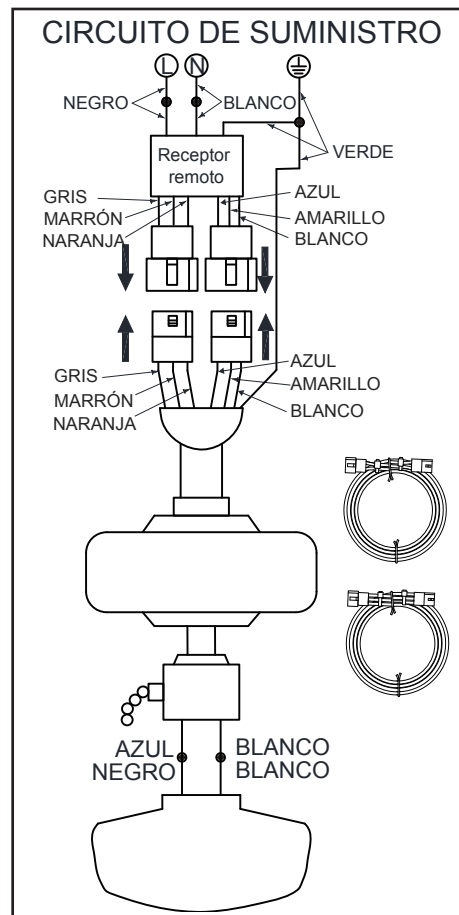

Figura 12
1. Si usas el conjunto del tubo bajante/esfera de 6 plg (15.2 cm) incluido, conecta los cables del receptor a los cables del ventilador uniendo el enchufe del adaptador moldeado del receptor con el adaptador moldeado del conjunto del motor del ventilador. (Figura 12)